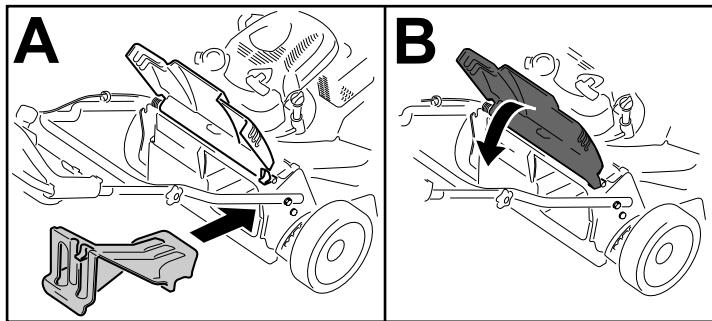

Figure 23
**Important:** Assurez-vous que l'obturateur de la goulotte d'éjection arrière est en place avant de procéder au recyclage (Figure 23).